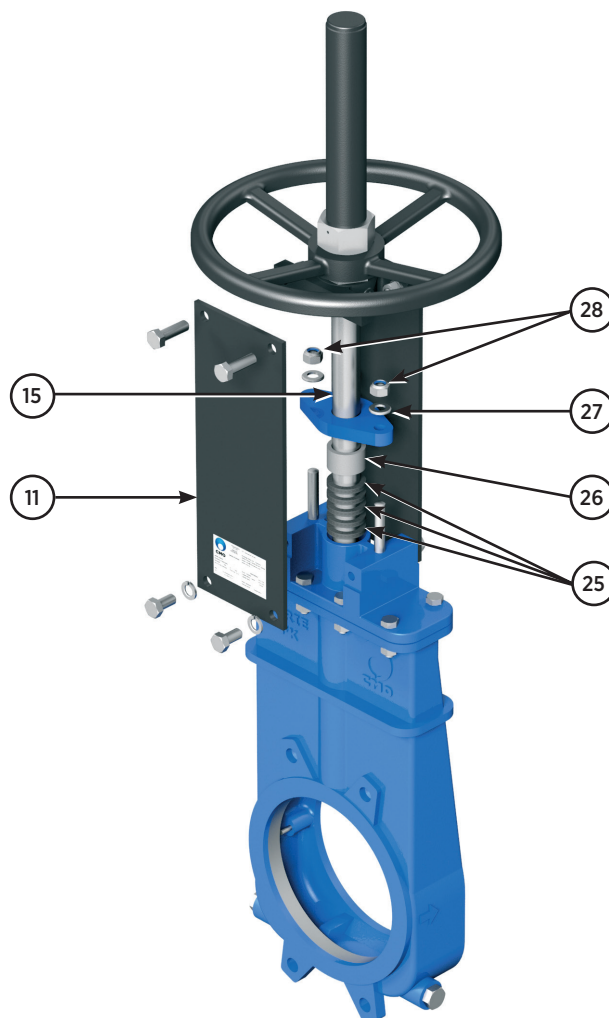

Fig. 8
3. Embora não seja imprescindível, para ter maior comodidade e espaço para trabalhar é aconselhável soltar uma placa de suporte (11), tal como mostra a fig. 8.
4. Soltar as porcas (28) e elevar o flange vedante (27) e o casquilho vedante (26) acima da haste.
5. Extrair o revestimento (25) antigo com uma ferramenta pontiaguda, procurando não danificar a haste (15).
7. Introduzir o revestimento novo (25). Durante esta operação é muito importante que ambas as extremidades de cada anilha fiquem perfeitamente unidas. A seguir mostramos as dimensões do revestimento (tabela 3).
8. Colocar o casquilho vedante (26) e o flange vedante (27) na posição original, tendo em conta que não deverão tocar na haste (15); apertar cuidadosamente todas as porcas (28) de modo cruzado, assegurando-se de que existe a mesma distância entre o flange vedante (27) e a haste (15) a toda a volta. Voltar a montar a placa de suporte (11).